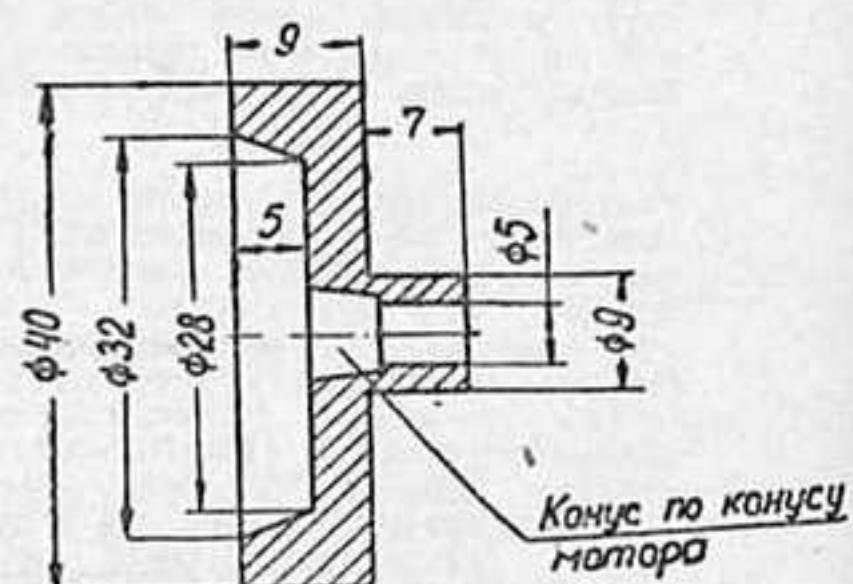
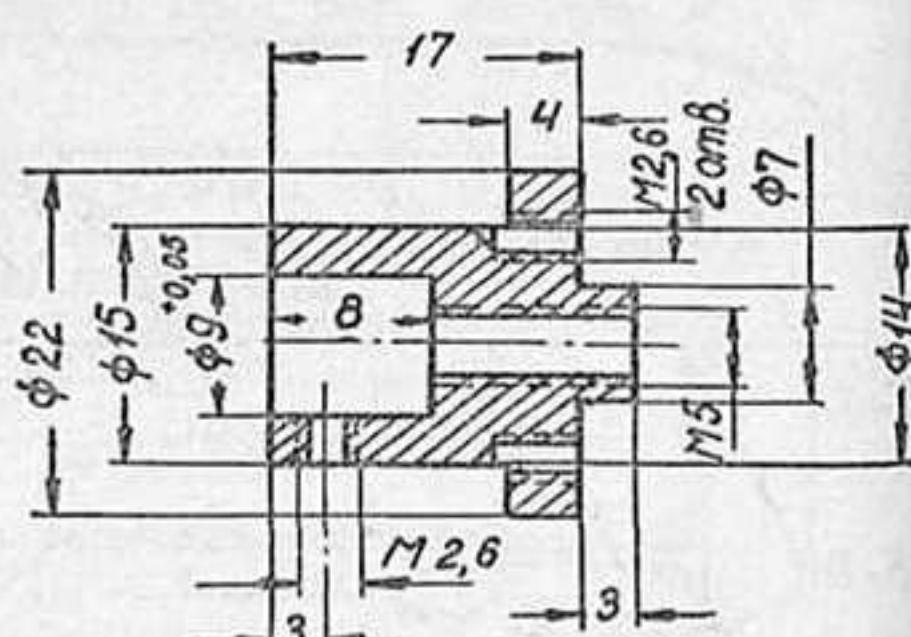
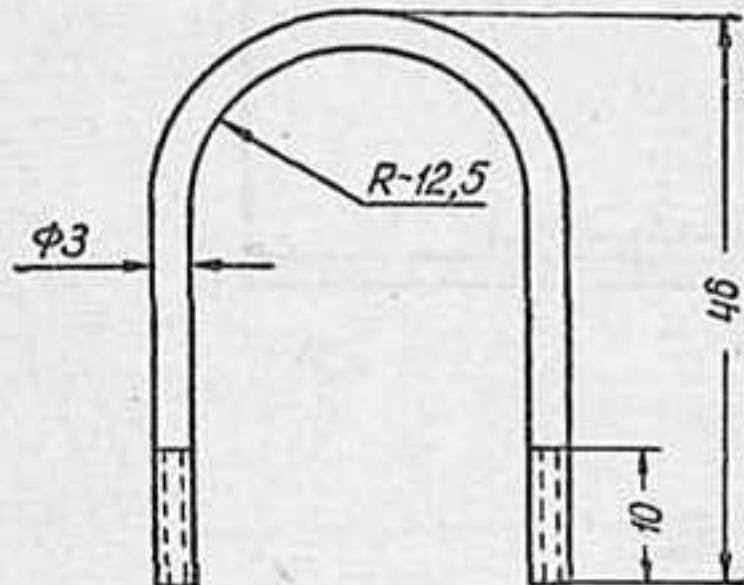

Рис. 7, дет. 1сб-1
Рис. 8, дет. 1сб-2
Рис. 9, дет. 1сб-3
На модели «Б-1» установлен авиамодельный двигатель МК-12С. Для работы на автомобильной модели на нем дополнительно установлен стальной маховик (1 сб-1) (рис. 7), гайка маховика (1сб-2) (рис. 8), стремянка (1сб-3) (рис. 9) и воздухозаборник (1сб-4) (рис. 9а), изготовленный из латуни. Маховик (1сб-1) вытачивается из стали. Указанные на чер-
также (рис. 7) размеры при изготовлении должны быть особенно тщательно соблюдены, так как даже небольшое биение маховика может привести к поломке вала.
**Гайка маховика** (1сб-2) служит для крепления маховика на коренной шейке коленчатого вала. Одновременно она является посадочным местом для шестерни. Гайка вытачивается из дуралюминия по размерам, указанным на чертеже (рис. 8).
**Стремянка (1сб-3)** изготавливается из 3-миллиметровой стальной проволоки по размерам, указанным на чертеже (рис. 9). На концах ее следует нарезать резьбу  $3 \times 0,5$ .
**Воздухозаборник (1сб-4)** делается из латуни толщиной 0,5 мм по чертежу (рис. 9а).
Рис. 9а, дет. 1сб-4